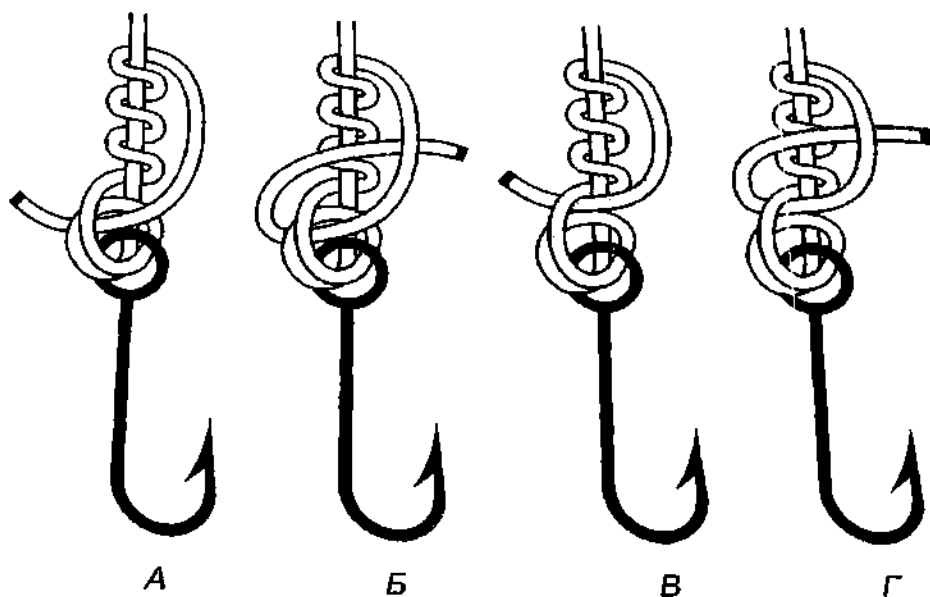

Рис. 713. Ушковый узел со шлагом
**Ушковый узел** со шлагом на ушке крючка лучше сопротивляется истиранию лески в месте соединения с ушком (рис. 713 А, Б). Это наиболее надёжный узел для крепления спиннинговых приманок и блесён. Так как леска пропускается в ушко два раза, ходовым концом вокруг основной лески достаточно сделать 2-3 витка. Как вариант можно завязывать узел, у которого ходовой конец пропускается не под шлагги на ушке, а в очко над шлаггами (рис. 713 В, Г). **Ушковый узел** со шлагом не удобно использовать для привязывания маленьких крючков от №18 и меньше.